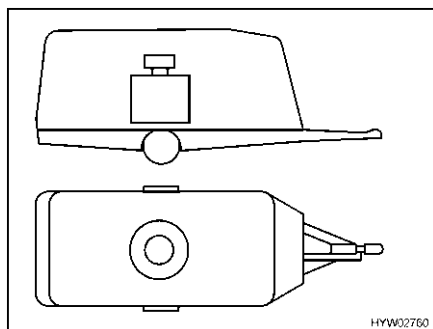

Fig. 9 Distribución correcta del peso
**Carga correcta** Colocar los objetos pesados como conservas, toldo etc. en el vehículo tractor en vez de en la caravana. Fijar las bicicletas en el techo del vehículo tractor. Colocar todas las cargas cerca de los ejes (Fig. 9).